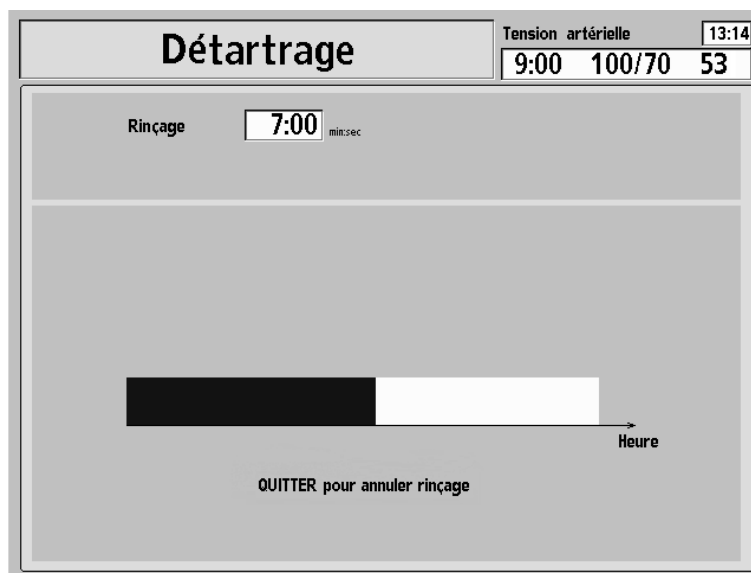

Figure 63 – Écran de détartrage
5. Appuyez sur la touche **CONFIRMER** pour lancer le cycle de détartrage. L'écran « Détartrage » s'ouvre (reportez-vous à la Figure 63 – Écran de détartrage). Le temps écoulé est affiché dans la barre horizontale.
5. Appuyez sur la touche **CONFIRMER** pour lancer la partie détartrage du programme. L'écran « Détartrage » s'ouvre (reportez-vous à la Figure 63 – Écran de détartrage). Le temps écoulé est affiché dans la barre horizontale.